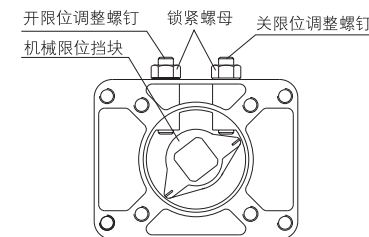

图8
4、机械限位挡块的调整 (图8、9)
- ①用手柄驱动阀门至全关位置并使全关位置限位开关(K1)动作(限位开关动作时会发出“咔嚓”声)。
- ②松开右侧的锁紧螺母,用内六角扳手顺时针方向旋转关限位调整螺钉并使调整螺钉与机械限位挡块刚好相抵,然后逆时针方向将调整螺钉往回旋转半圈,使全关位置处机械限位滞后电气限位约 2.5° 的角距离,锁定锁紧螺母。